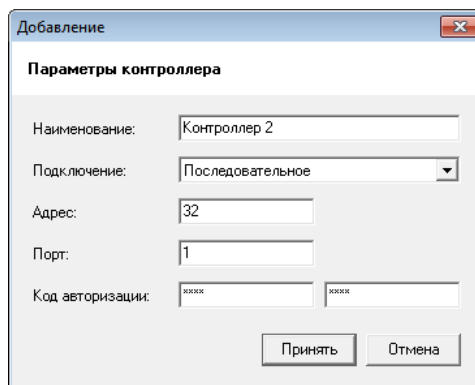

Рисунок 48 – Диалог "Добавление"
- 6.2) Либо нажмите на кнопку "Добавить", в окне "Добавление" (см. Рисунок 48) укажите тип подключения "Последовательное", адрес контроллера "32", порт, соответствующий номеру коммуникационного порта компьютера ("1" для COM1:), код авторизации "123456" и нажмите кнопку "Принять".